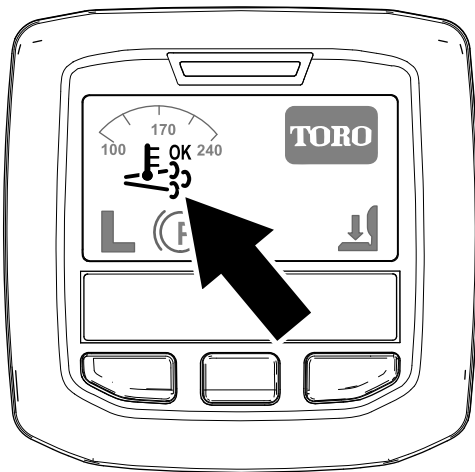

Рисунок 34
- Значок активной регенерации / регенерации со сбросом отображается на дисплее инфо-центра (Рисунок 34).